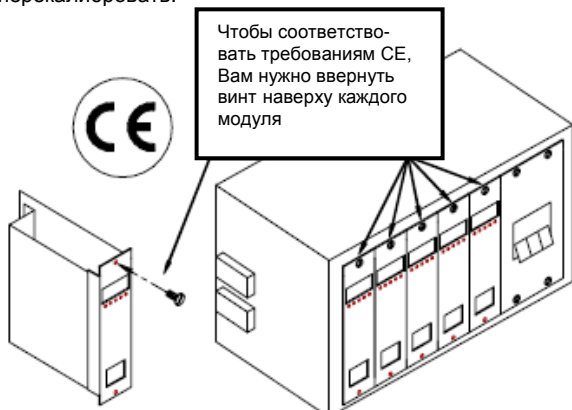

Рисунок 7 – Соответствие европейским требованиям (CE)
## СООТВЕТСТВИЕ ЕВРОПЕЙСКИМ ТРЕБОВАНИЯМ (CE) (См. рисунок 7)